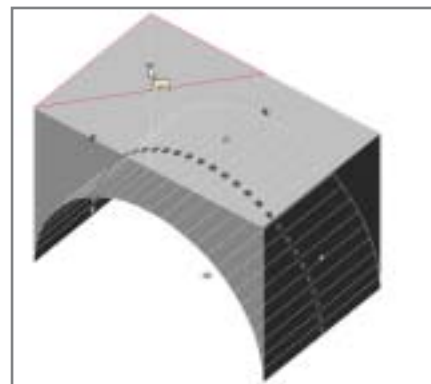

Рис. 10
9. Для создания дополнительных граней на поверхностях *Mass Elements* следует выделить *Mass Element*, нажать правую клавишу мыши и выбрать команду *Split Face (Раздели грань)*. После указания на грани первой и второй точек будет образована дополнительная грань, которую также можно разделить (рис. 10).